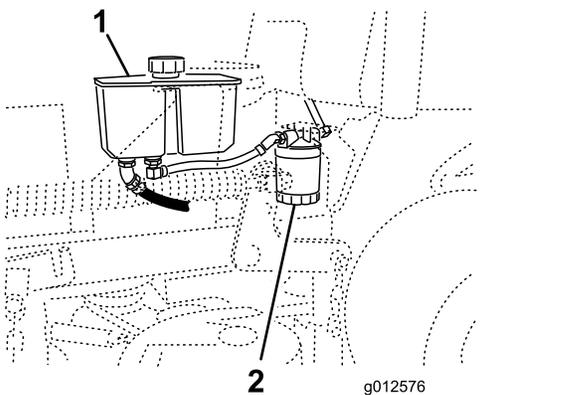

Рисунок 73
3. Найдите фильтр и поместите сливой поддон под него (Рисунок 73).